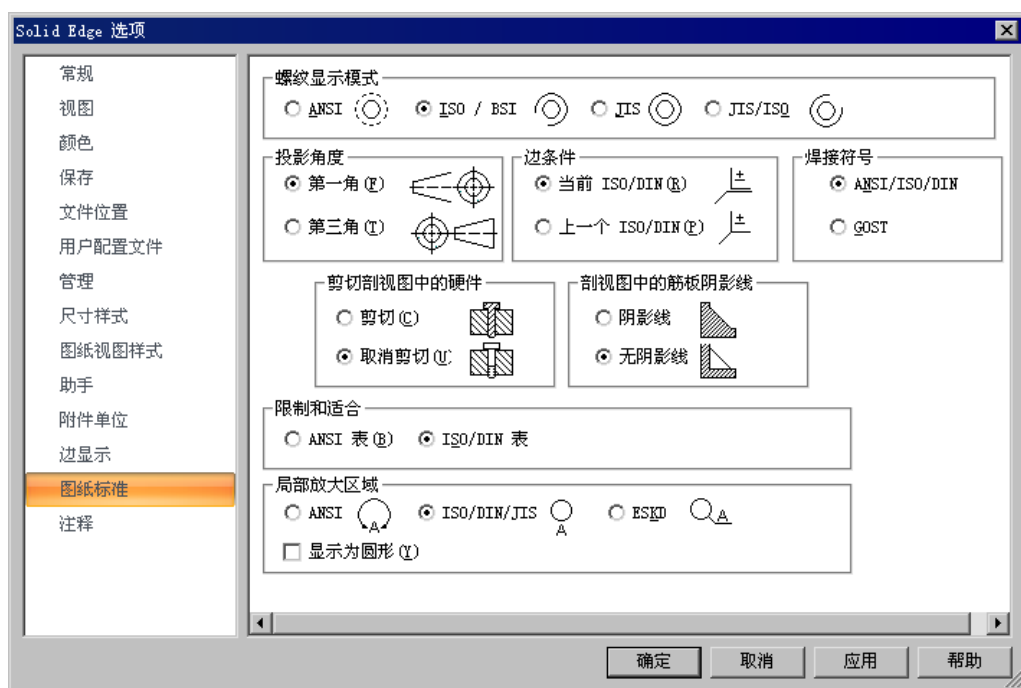

图 2.4.3 “Solid Edge 选项”对话框（三）
Step5. 在“Solid Edge 选项”对话框中单击 **图纸标准** 选项，此时系统弹出图 2.4.3 所示的“Solid Edge 选项”对话框（三），在该对话框 **投影角度** 区域选中 **第一角 (F)** 复选框。